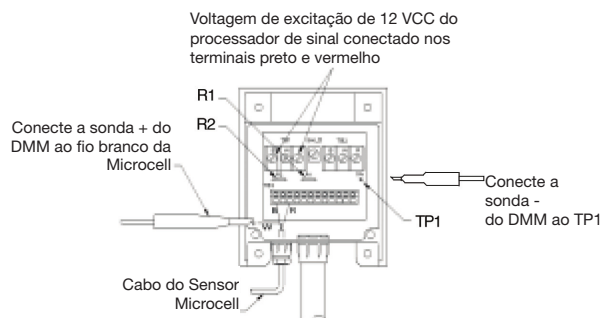

Figura C-1. Usando o DMM para monitorar a saída de voltagem.
1. Vide Figura C-1. Conecte o fio vermelho do cabo Microcell™ ao terminal R no bloco de terminais TB3 na caixa de derivação. Conecte o fio preto ao terminal B no TB3.